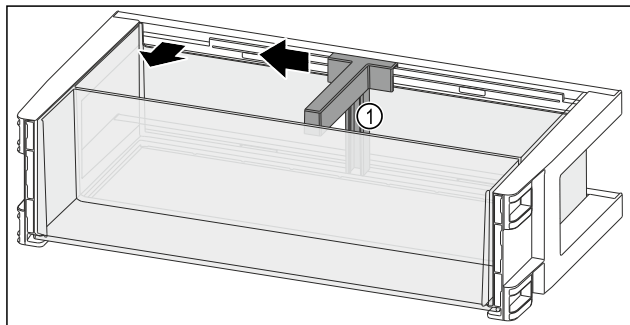

Fig. 131
- Pousser le range-bouteilles Fig. 131 (1) sur le côté jusqu'à l'évidement.
- Retirer le range-bouteilles Fig. 131 (1).